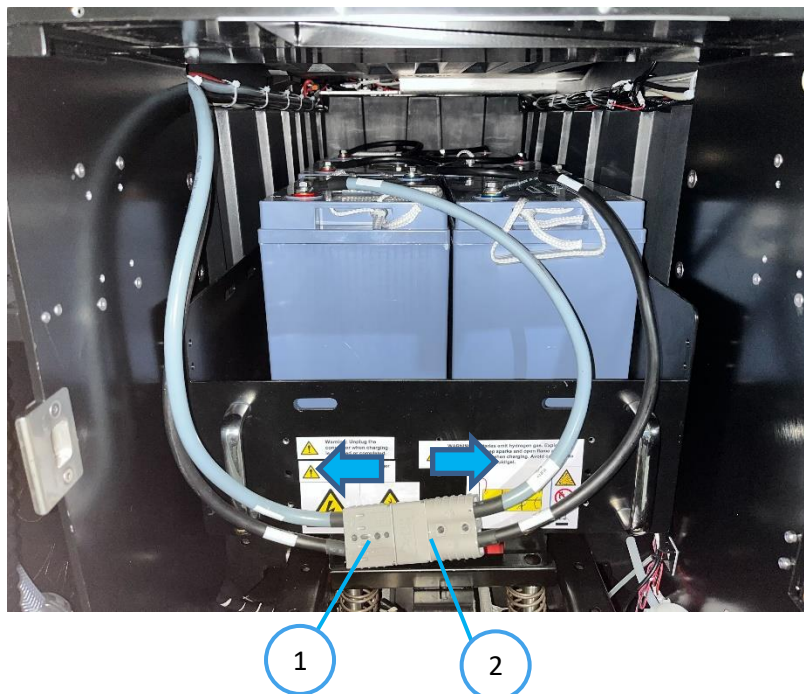

Fig. 1
1. De poort voor handmatig laden (1 - 2) bevindt zich aan de achterzijde van de robot en is toegankelijk door de chemicaliënkast te openen (Fig 1).
2. Ontkoppel de machinekabelpoort (Fig. 1 - 1) van de accukabelpoort (Fig. 1 - 2).